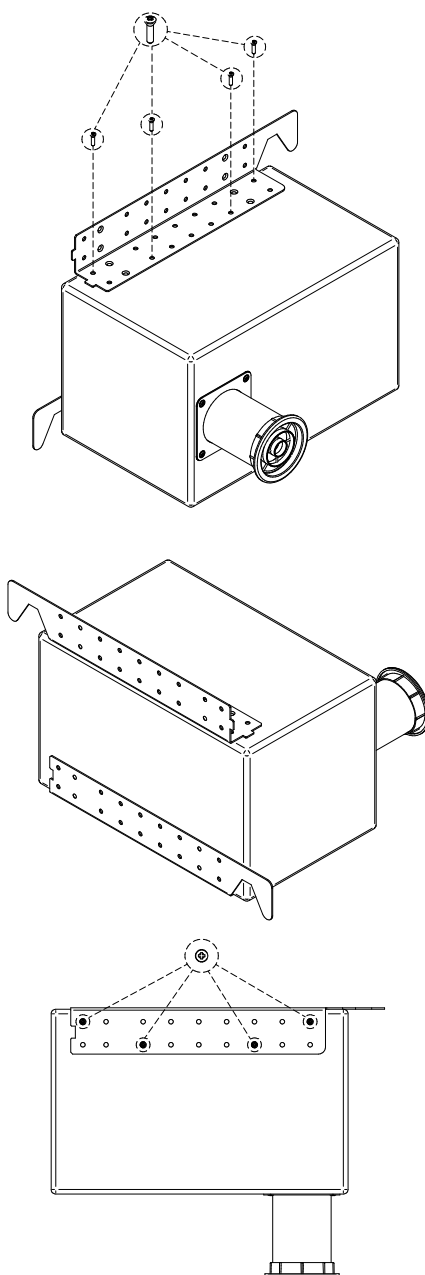

Abbildung 2: Wandmontage
- Schrauben Sie den unteren Beschlag in der gewünschten Höhe an der Wand fest. Denken Sie dabei daran, dass der untere Teil des TRAILS6T auf diesem Winkel ruhen wird. Siehe Abbildung 2.
- Schrauben Sie nun die obere Halterung mit den mitgelieferten Schrauben am TRAILS6T fest (Abbildung 2) und befestigen Sie das Ganze dann an der Wand, und zwar so, dass der Lautsprecher auf der unteren Halterung ruht.